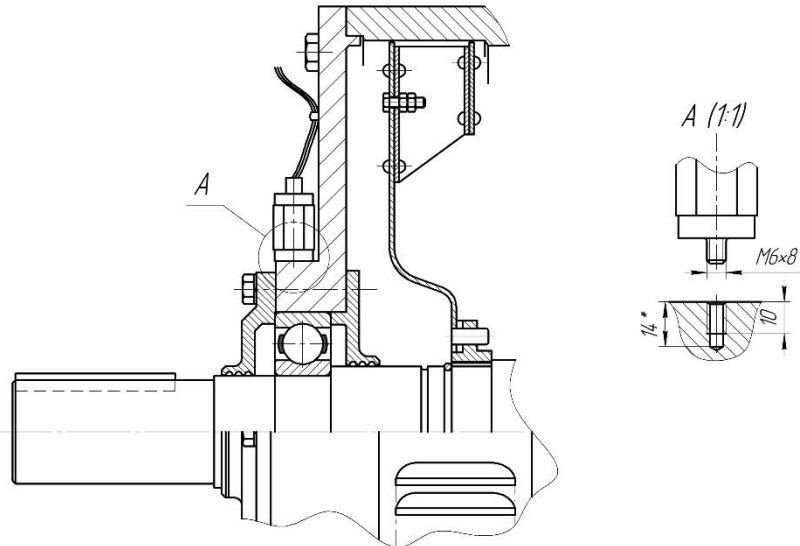

Рис. 6.1. Приклад установки датчика вібрації на підшипниковий щит машини
6.2.2 Закріпити датчики вібрації на підшипникових щитах машин, які захищаються, (якомога ближче до підшипників, перпендикулярно осі обертання) згідно рис. 6.1. При цьому можливі наступні варіанти установки датчиків: